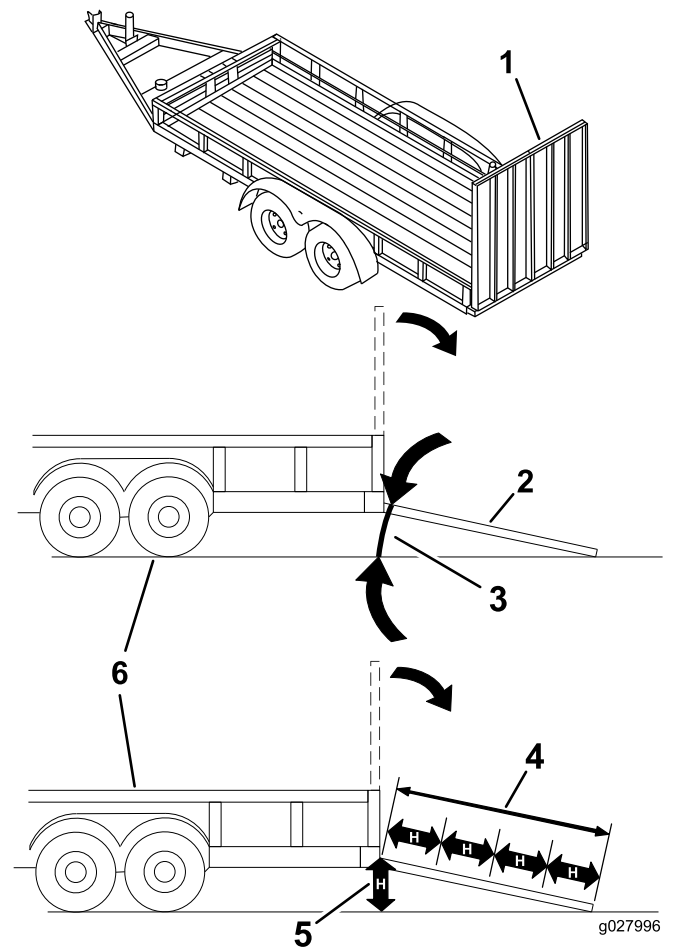

Figure 43
Le chargement de la machine sur une remorque ou un camion augmente le risque de basculement et donc de blessures graves ou mortelles (Figure 43).
3. Abaissez la rampe pour que l'angle avec le sol ne dépasse pas 15 degrés (Figure 43).
1. Abaissez la rampe pour que l'angle avec le sol ne dépasse pas 15 degrés (Figure 43).